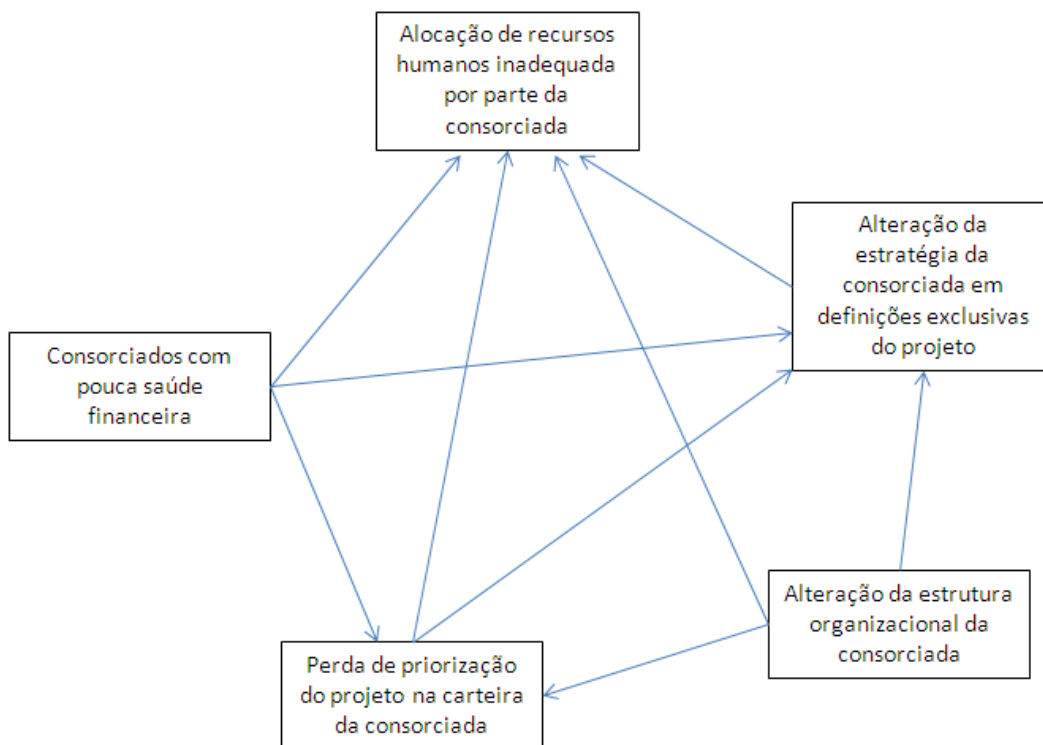

Figura 10 – Exemplo de fluxograma
- Diagramas de Sistema ou Fluxograma (também conhecido como diagrama de influência): Demonstram como os vários elementos de um sistema se inter-relacionam e o mecanismo de causalidade. A figura 10 apresenta um exemplo desse diagrama.